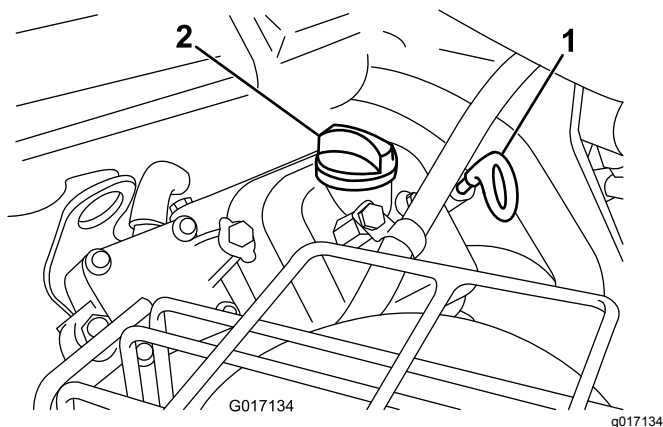

Figure 36
3. Remettez la jauge dans le tube et vissez-la dedans (Figure 36).